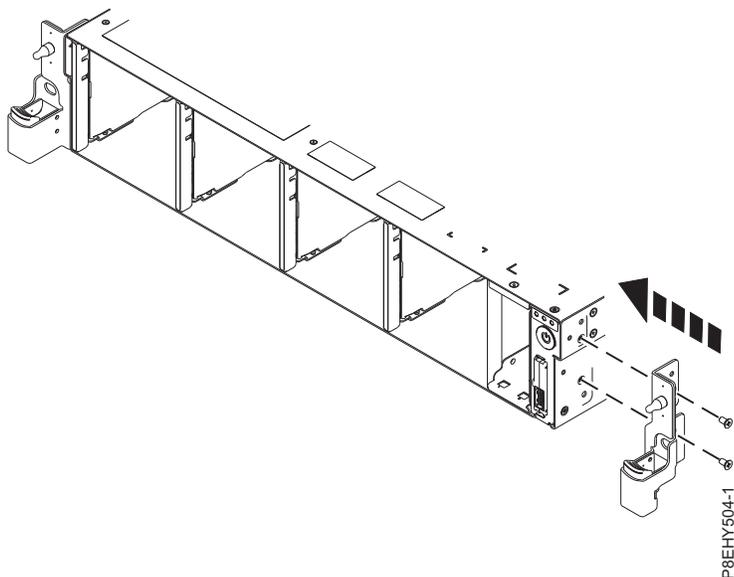

Figura 28. Substituindo o suporte de instalação do rack
7. Substitua o suporte de instalação do rack na lateral do sistema. Consulte Figura 28.